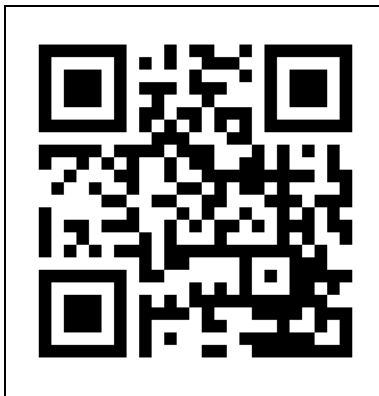

Figura 16
1. Deschideți manualul aplicației Eurom Smart cu codul QR (Figura 16) sau accesați www.eurom.nl/nl/manuals.
4. Scoateți ștecărul din priză (Figura 16).